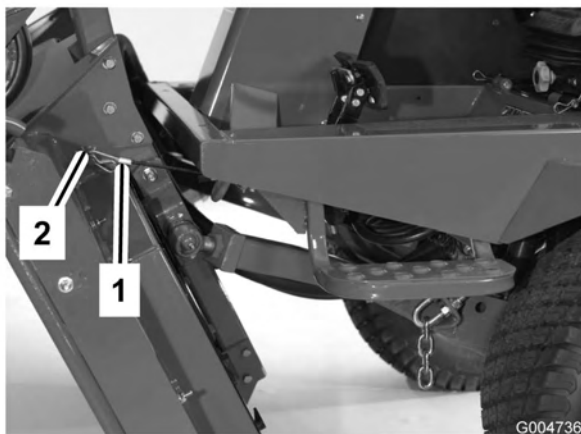

Figura 84
6. Sujetando la unidad de corte en posición vertical, coloque el extremo del cable sobre el pasador del brazo de elevación de la unidad de corte y fíjelo con el pasador de horquilla (Figura 84).